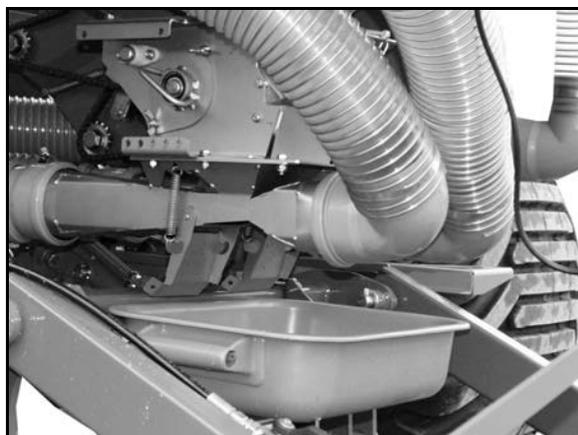

Fig. 89
3. Contrôle de débit de semences : retournez l'auget d'étalonnage et remettez-le sur le support (Fig. 89).